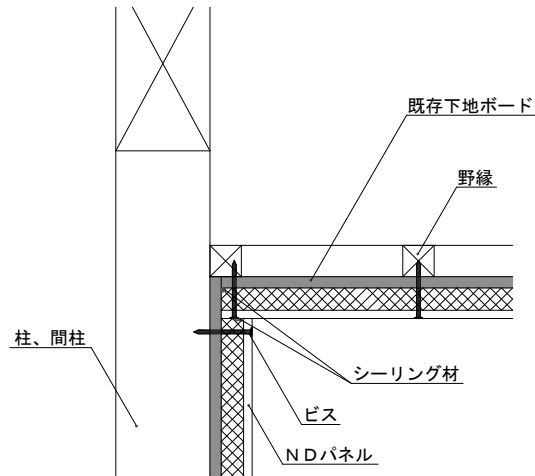

図9 壁-天井の入隅部納まり図 (例)
② 入隅納まり図 (例) [壁-天井]
- ・ 図9のように、天井については木下地材である野縁等にビス固定をしてください。